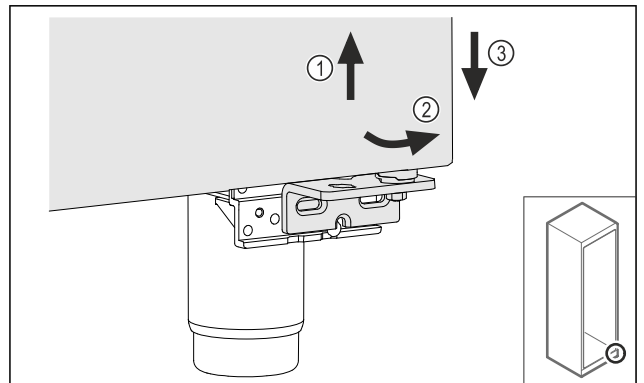

Fig. 21
- ▶ Ngrini derën paksa lart Fig. 21 (1), tërhiqeni nga përpara në pjesën poshtë Fig. 21 (2) dhe uleni poshtë Fig. 21 (3).